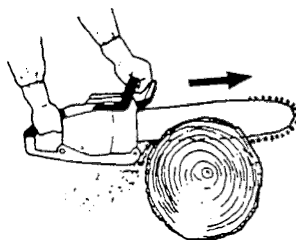

Fig. 15
- Nunca utilice la sierra con una mano solamente. De esa forma, será difícil controlar correctamente la sierra y sufrirá heridas serias al perder el control. Mantenga el cuerpo de la sierra cerca de su cuerpo para mejorar el control y reducir el esfuerzo. Cuando corte con la parte inferior de la cadena, la fuerza reactiva tratará de arrastrar la sierra fuera de sus manos en dirección de la madera que esté cortando. La sierra controlará la velocidad de avance y el serrín será lanzado hacia usted. (Fig. 15)